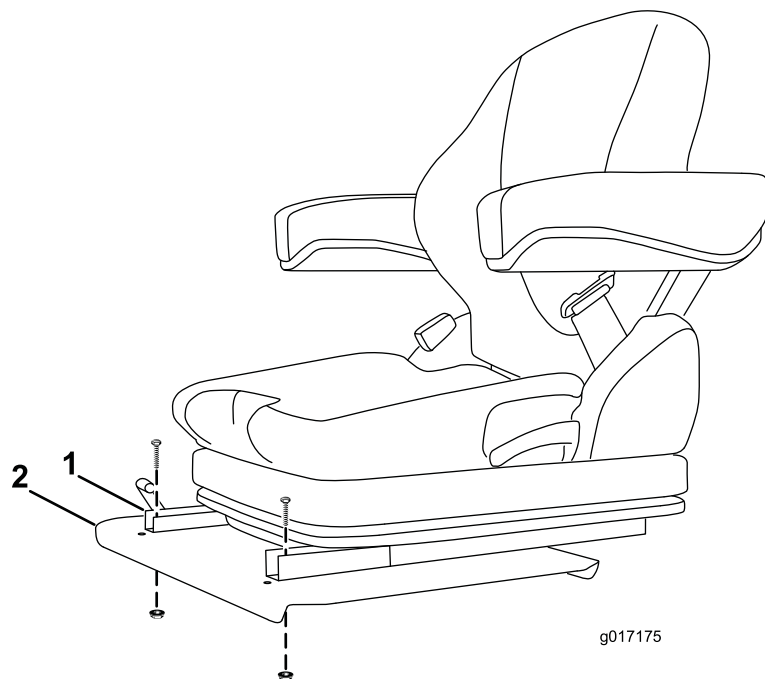

Figura 5
2. Monte el extremo delantero de cada guía del asiento a la base del asiento con un perno y una tuerca con arandela prensada (Figura 5).